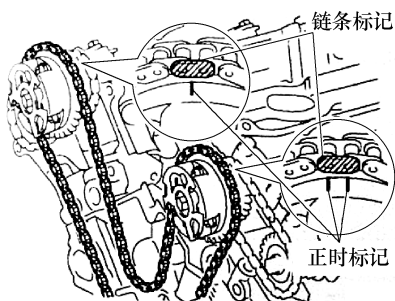

图 1-247 橙色链节正时标记对准
③ 将橙色链条标记对准凸轮轴正时齿轮的正时标记，并安装链条，见图 1-247。
① 在 1 号惰轮轴的旋转表面上涂抹一薄